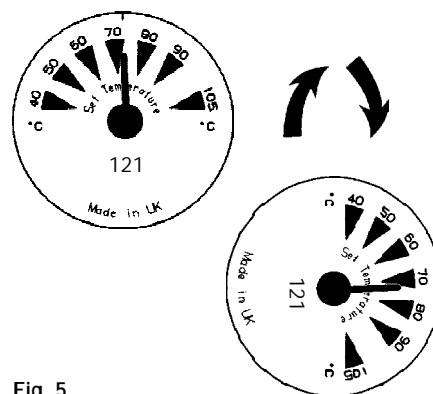

Fig. 5
2. Rotering av temperaturskalan (Se Fig. 5)